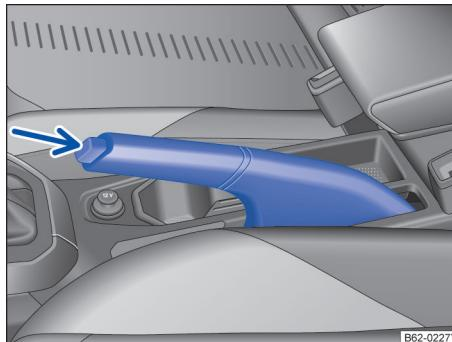

图 101 手制动杆。
- 向上拉起手制动杆 → 图 101。
- 稍稍拉起手制动杆，按箭头所指的方向 → 图 101 按下闭锁按钮并将手制动杆向下放到底 → **▲**。